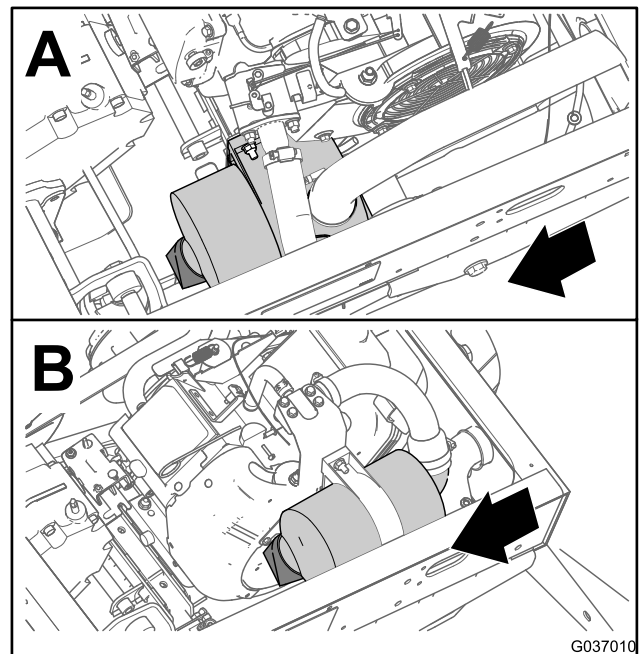
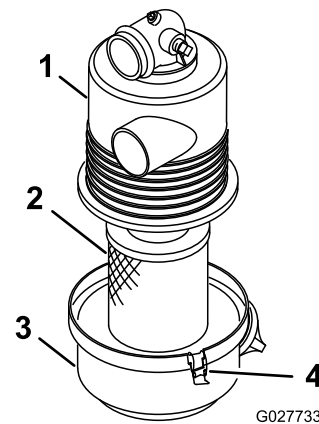

Figura 32
Figura 33
2. Inspeccione la carcasa del limpiador de aire en busca de desperfectos que pudieran causar una fuga de aire (Figura 32 y Figura 33).
3. Abra los enganches que sujetan la tapa del filtro de aire a la carcasa del filtro de aire (Figura 33).
4. Separe la tapa del filtro de aire de la carcasa del filtro de aire, y limpie el interior de la tapa (Figura 33).
3. Instale el elemento del filtro de aire en la carcasa del filtro de aire (Figura 33).
4. Alinee la tapa del limpiador de aire con la carcasa del limpiador de aire (Figura 33).
5. Sujete la tapa a la carcasa con los enganches (Figura 33).